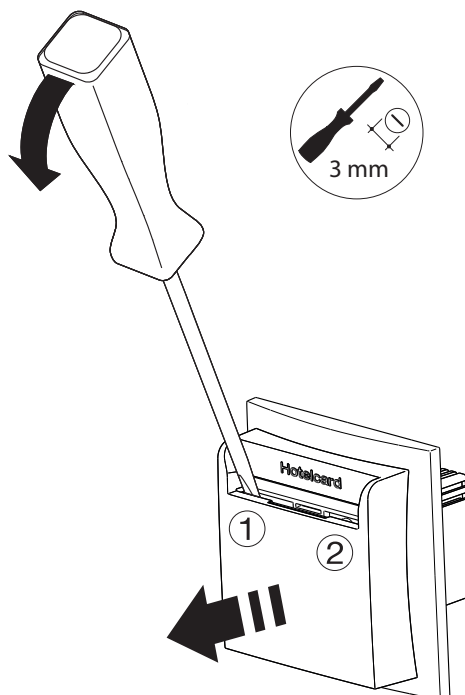

Figura 5
- Retirar el embellecedor. Para ello, introducir el destornillador plano en la abertura de la pieza de montaje de la tarjeta de hotel (figura 5). Soltar y extraer el embellecedor haciendo palanca con cuidado repetidamente de izquierda ① a derecha ②.
- Introducir el destornillador plano a través de la ranura de la pieza de montaje de la tarjeta de hotel y ajustar el tiempo de retardo a la conexión girando el potenciómetro (7).